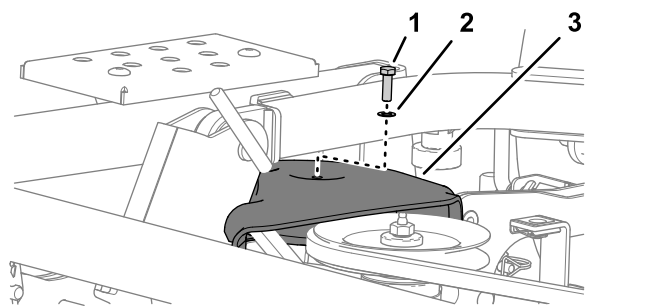

Figura 117
2. Remova o parafuso e a anilha que fixam a cobertura da polia à plataforma do cortador (Figura 117).
1. Alinhe a cobertura da polia por cima da polia mais à direita; consulte Figura 117 em Remoção da cobertura da polia \(página 78\).